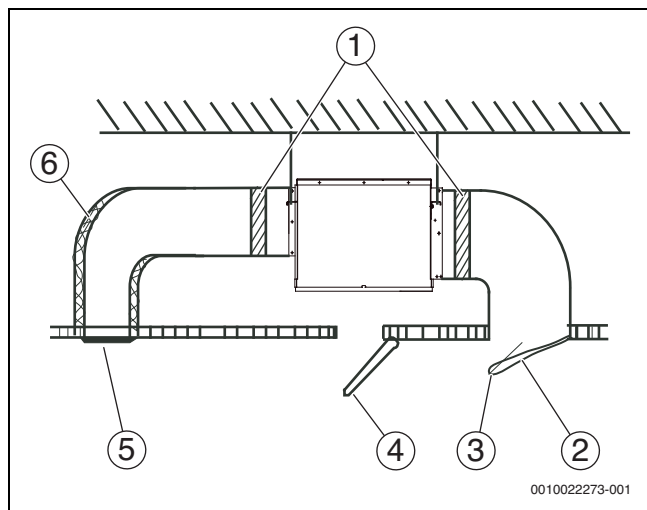
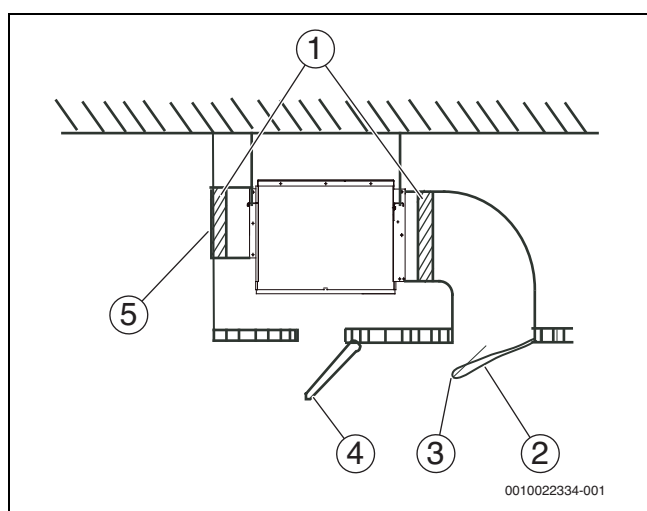

Fig. 306 Condotto con requisiti di pressione statica
Fig. 307 Condotto senza requisiti di pressione statica.
6. Collegare il condotto dell'aria come mostrato in Fig. 306 o 307. Preparazione in loco prevista per tutti i componenti tranne il condizionatore.
Legenda per la Fig. 306 e la Fig. 307: